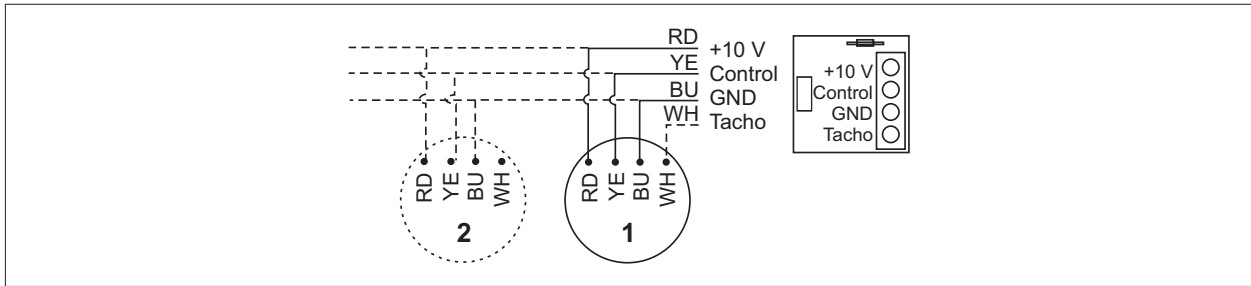

Abb. 7.8 Schaltplan stufenloser Drehzahlsteller 0 - 10V
► Abb. 7.8 Schaltplan stufenloser Drehzahlsteller 0 - 10V beachten.